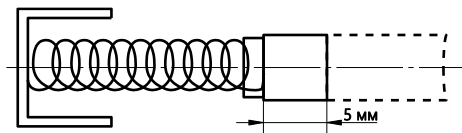

Рисунок 13.
- замените щётки, если графитовая поверхность щеток изношена и их длина меньше 5 мм (рис. 13);